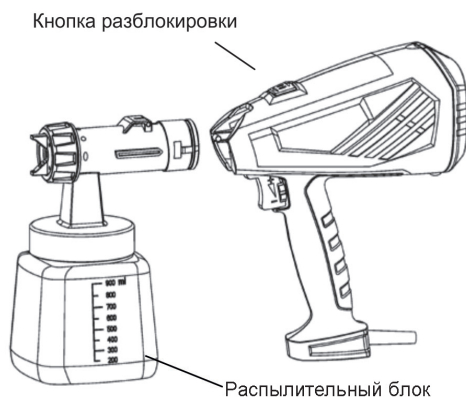

Рис. 10
5. Нажмите на кнопку разблокировки, отсоедините распылительный блок краскопульта (Рис. 10) и очистите от краски.